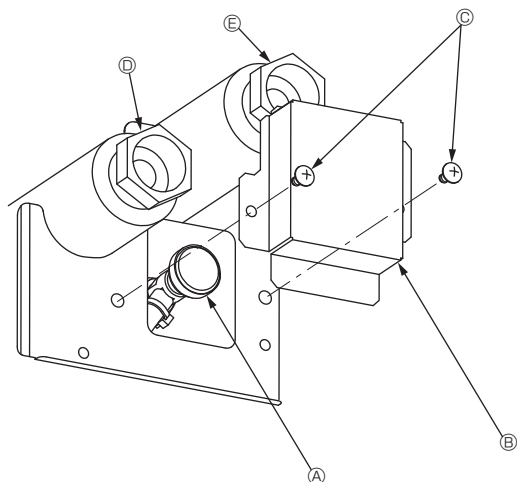

Fig. 7-1
7.2.2. Продувочный воздушный клапан внутреннего прибора (Fig. 7-1)
- ① Снимите крышку продувочного клапана.
- ② Поверните рукоятку на продувочном клапане, чтобы стравить воздух.
- ④ Продувочный клапан
- ⑥ Крышка продувочного клапана (Момент затяжки: $1,3 \pm 0,3$ Н·м)
- ③ Винт
- ⑤ Выпуск
- ⑦ Впуск